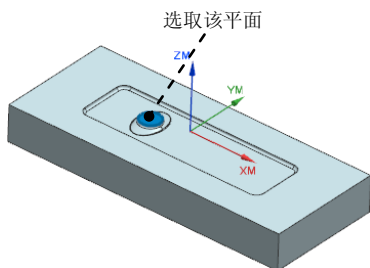

图 7.6 指定切削区域
Step2. 选取图 7.6 所示的面为切削区域(共 1 个面), 在 “切削区域” 对话框中单击 **确定** 按钮, 完成切削区域的创建, 同时系统返回到 “底面壁” 对话框。